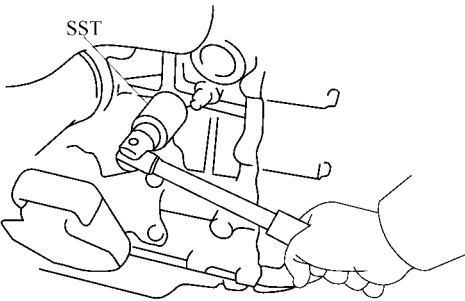

图 3-5 拆下机油压力开关
- (3) 拆下机油压力开关。使用机油压力开关套筒，拆下机油压力开关，如图 3-5 所示。